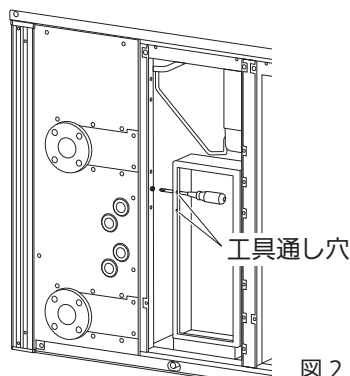

図 2
- ① チラー電装ボックス左側にあるフレームに M6 ネジ (付属品) を仮止めしてください。(図 2) (チラー電装ボックス左側面に工具が通せるように穴が 2 ヶ所空いています。上側を使用します。基板や配線を傷つけないように注意してください)